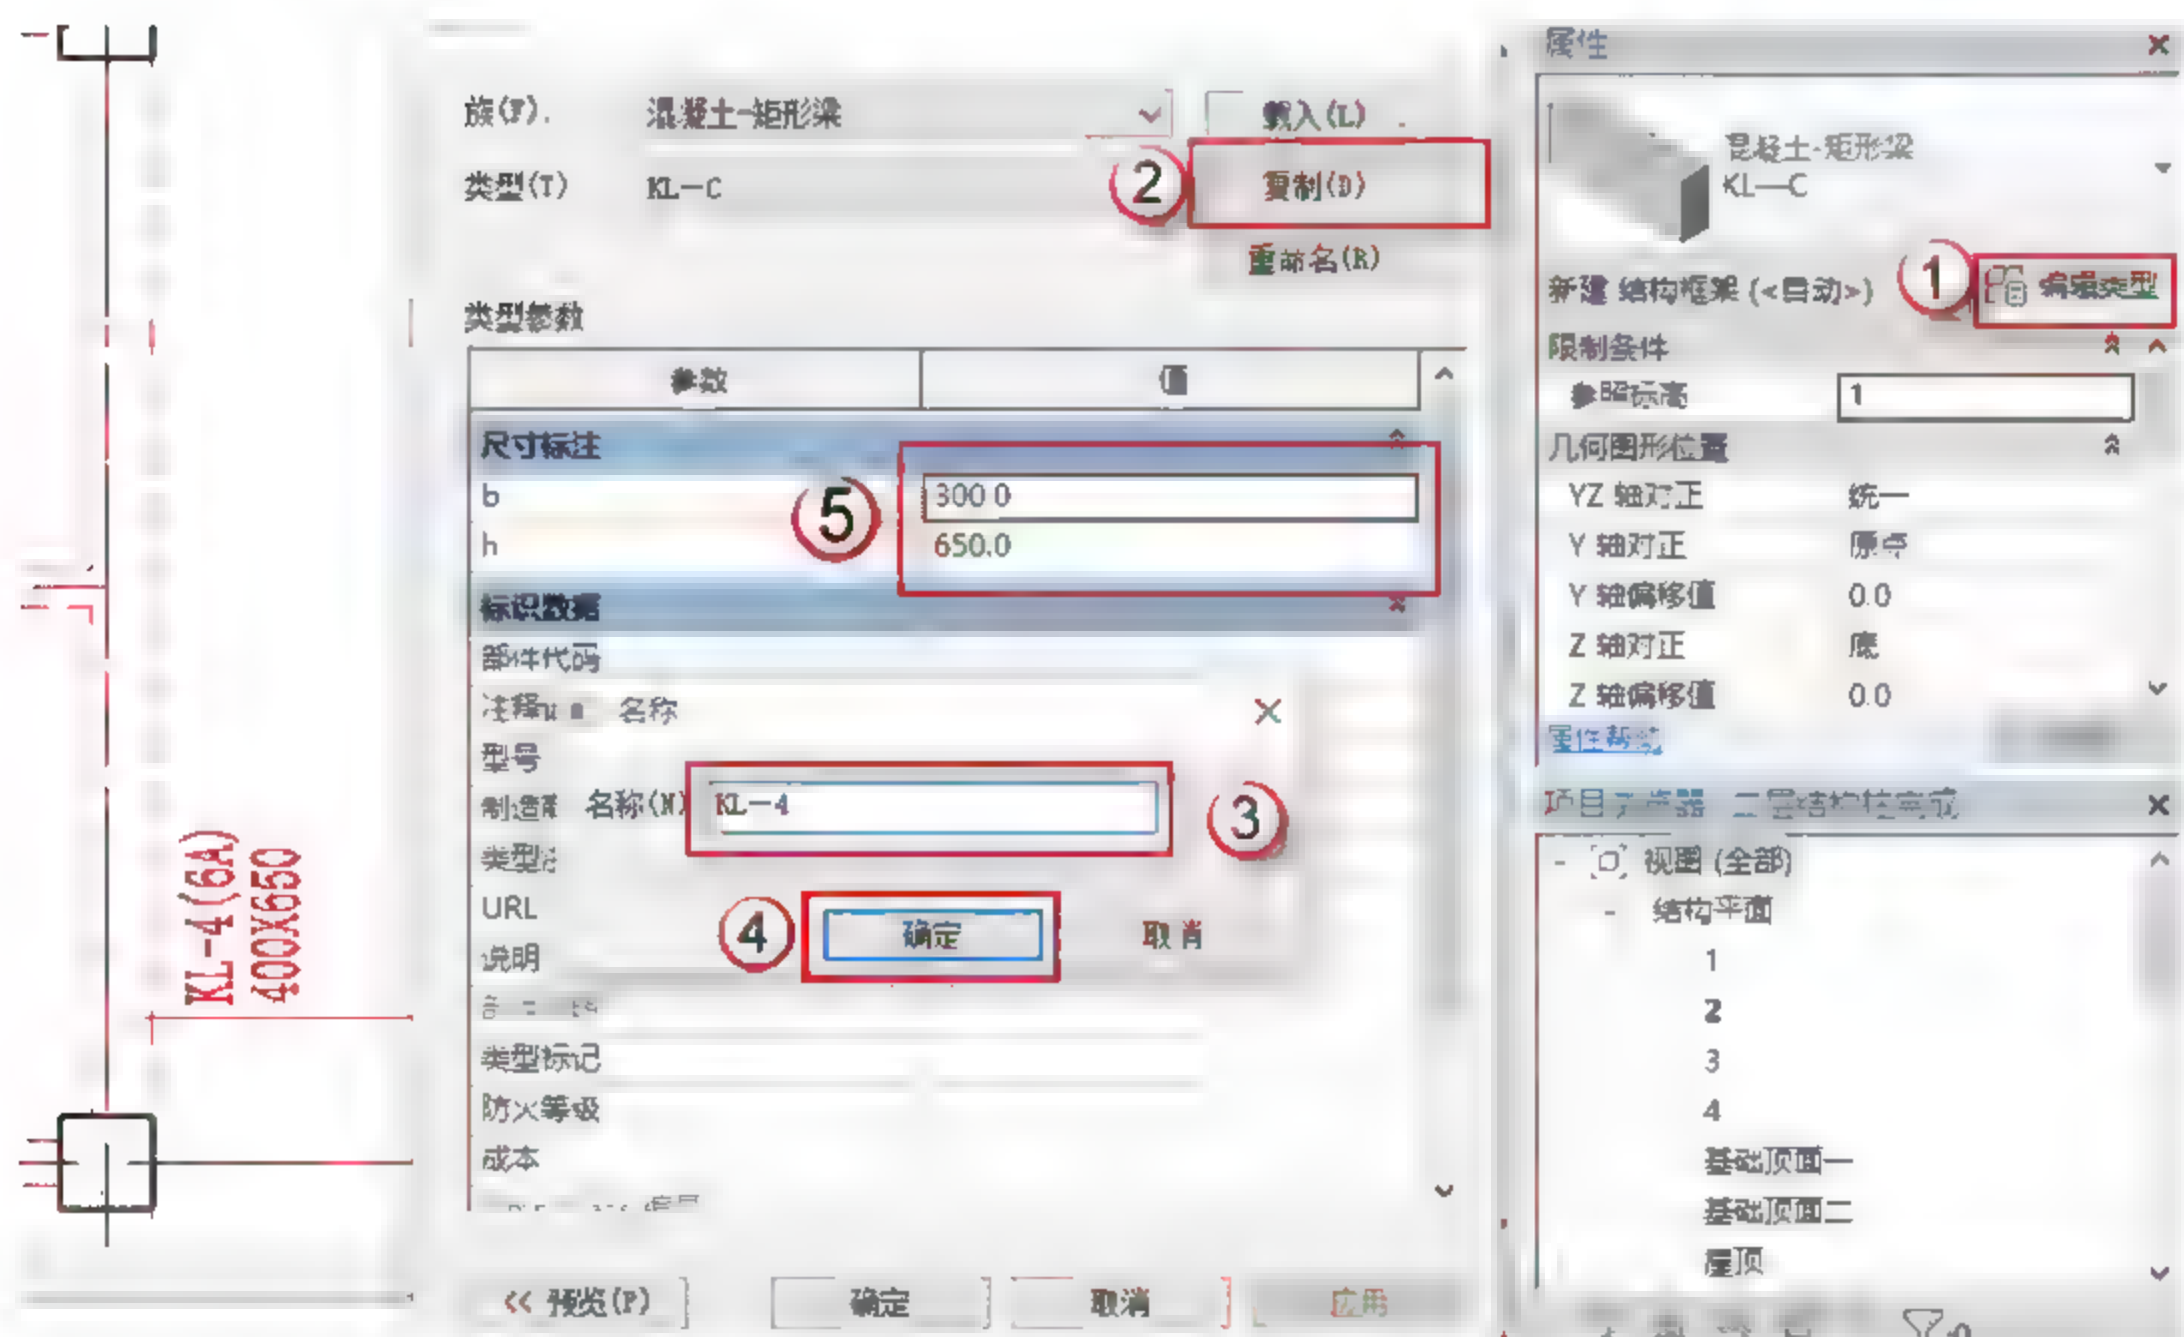

图 4.2.36 设置 KL-4 参数
(11) 设置矩形梁 KL-4 参数, 按快捷键 B+M, 出现绘制的界面, 单击“编辑类型”按钮, 在弹出的对话框中单击“复制”按钮, 再在弹出的对话框中命名新的族 KL-4, 单击“确定”按钮。在“尺寸标注”栏设置参数, 如图 4.2.36 所示。